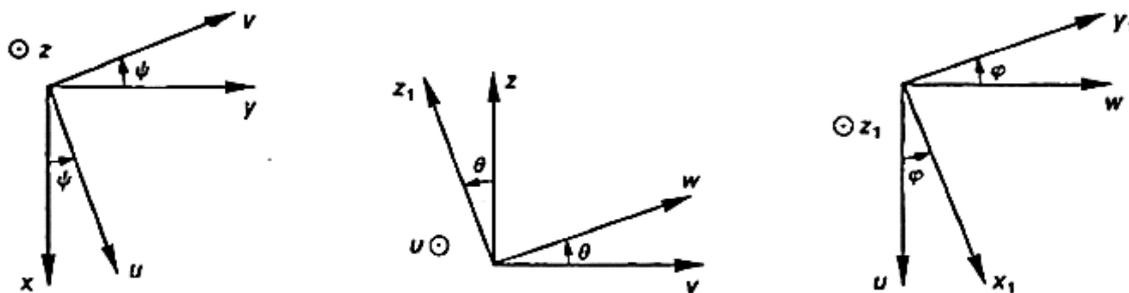

Figure.6. Figures planes correspondant aux trois angles d'Euler.
Pour passer de la base $(\vec{x}, \vec{y}, \vec{z})$ à la base $(\vec{x}_1, \vec{y}_1, \vec{z}_1)$, on effectue **trois rotations planes** faisant intervenir deux bases intermédiaires (voir figures.6) :
- Mettre le vecteur commun en premier, en position sortante (voir figure. 6).